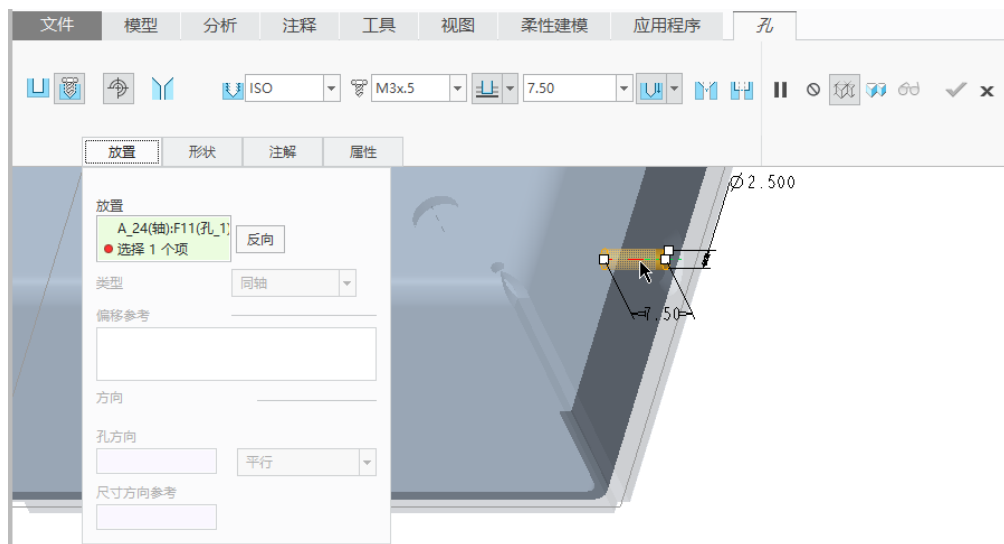

图 7-44 指定主放置参考
(1) 从功能区的“模型”选项卡中单击“工程”→ (孔) 按钮，打开“孔”选项卡。
(2) 在“孔”选项卡中单击 (创建标准孔) 按钮，从 (螺钉尺寸) 下拉列表框中选择“M3x.5”，暂时接受默认的钻孔深度值，并确保没有选中 (添加埋头孔) 按钮和 (添加沉孔)。
(3) 在 bc_s7_1.prt 零件中选择其中一个草绘孔的轴线作为放置主参考，默认的主放置约束类型为“同轴”(“类型”下拉列表框为灰色显示，表示此时不可更改此约束类型)，如图 7-44 所示。